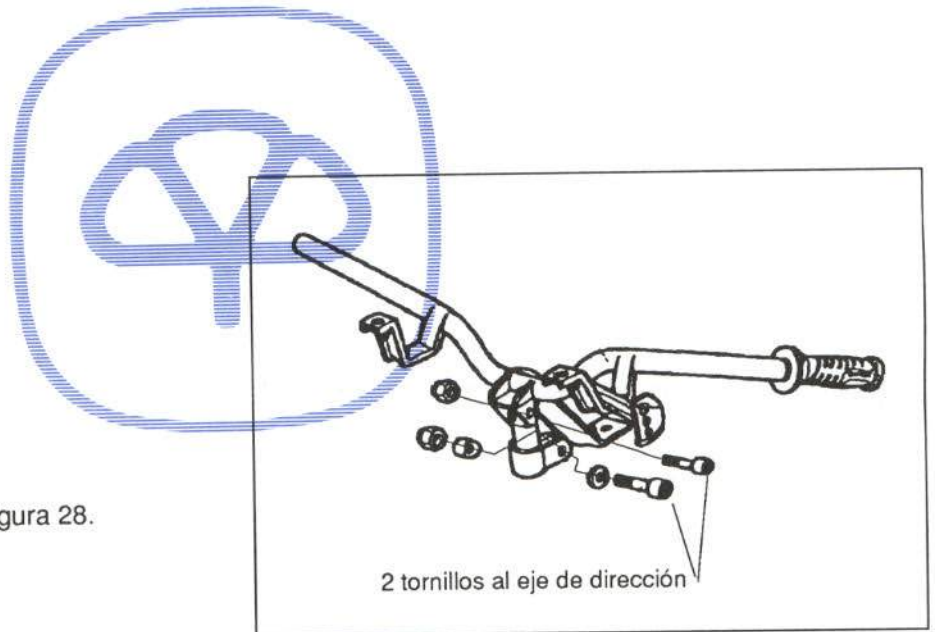

Figura 28.- Fijación del manillar
Va fijada de la forma indicada en la figura 28.
- Manillar (figura 28)